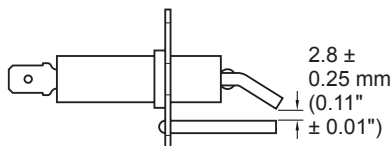

Figura 14 - Separación del encendedor
5. Limpie y calibre los electrodos del encendedor de chispa para tener una separación de $0.11" \pm 0.01"$ (consulte la figura 14).